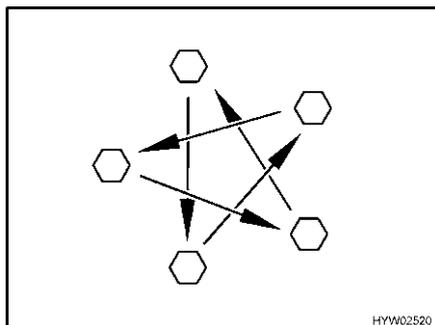

Bild 269 Radmuttern oder Radschrauben über Kreuz anziehen
- Radmuttern oder Radschrauben regelmäßig auf festen Sitz prüfen. Radmuttern oder Radschrauben eines ausgewechselten Rades nach 50 km über Kreuz nachziehen (Bild 269). Anziehdrehmoment siehe Abschnitt 13.5.2.
- ▷ Radmuttern oder Radschrauben über Kreuz anziehen (Bild 269).